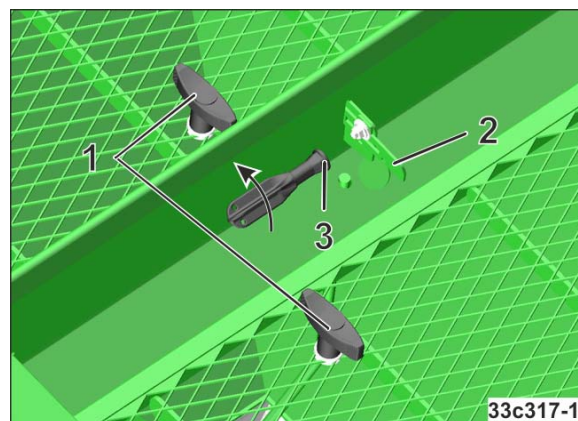

Fig. 78
- (1) Serrer le frein de stationnement du tracteur, arrêter le moteur du tracteur et retirer la clé de contact.
- (2) Desserrer le blocage des tamis (Fig. 78/2) à l'aide de la poignée (Fig. 78/3).
- (3) Retirer les tamis à l'aide des poignées (Fig. 78/1).
- (4) Nettoyer la trémie.
- (5) Remonter les tamis en suivant l'ordre inverse.